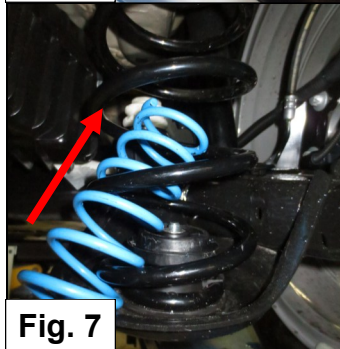

Fig. 7
9. Turn the auxiliary spring C with a tilting movement into the main spring. See Figure 7.
9. Drehen Sie den Hilfsfeder C mit einer Neigungs-bewegung in der Hauptfeder. Siehe Abbildung 7.
9. Tourner le ressort auxiliaire C avec un mouvement de basculement dans le ressort principal. Voir figure 7.